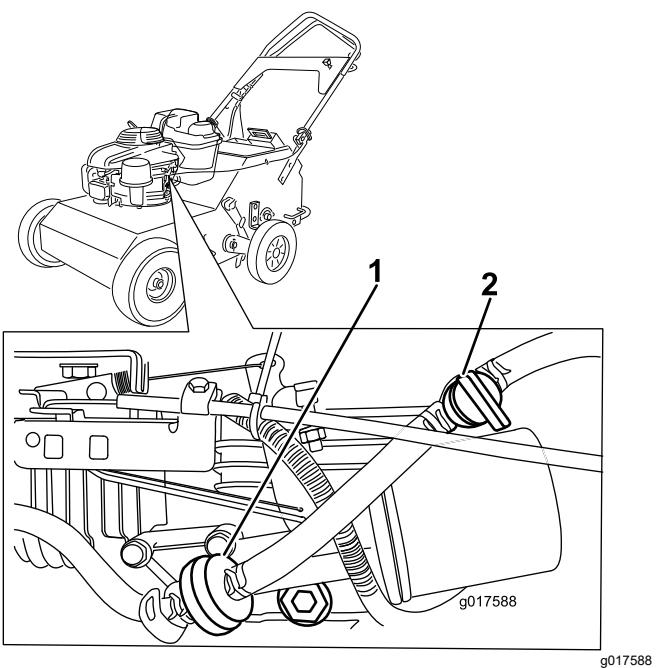

Bild 9
2. Öffnen Sie den Kraftstoffhahn, d. h. er zeigt in Längsrichtung des Kraftstoffschlauchs (Bild 9).
3. Stellen Sie den Gasbedienungshebel ganz nach vorne auf Choke (Bild 9).